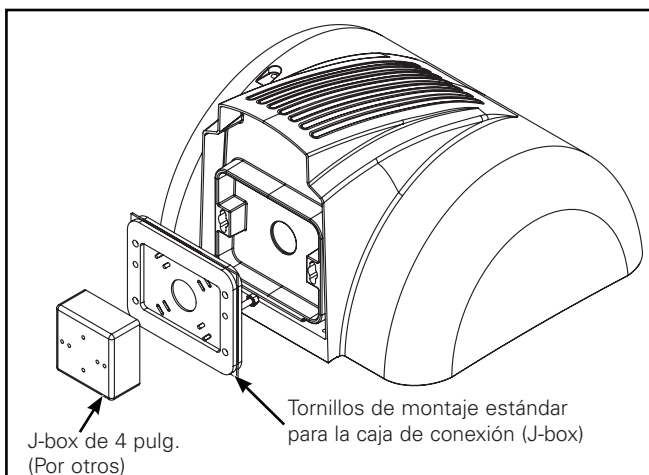

Figura 1. Montaje estándar
1. Montaje estándar: se monta en cualquier caja de conexión estándar de 4 pulg. (incluida en cada luminaria) (Figura 1).